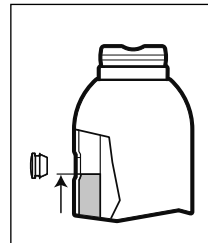
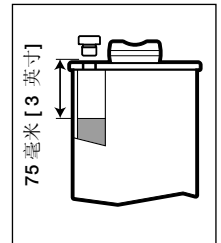

图 6 - 油位，除 **GBJ-100** 之外的所有型号
图 7 - 油位，仅限型号 **GBJ-100**
3. 除 **GBJ-100** 之外的所有型号：将油加注到油位与加油口的底部边缘大致齐平为止。见图 6。
4. 仅限型号 **GBJ-100**：将油加注到油位大约低于加油口 75 毫米 [3 英寸] 为止。见图 7。
小心：不要过量加油！在滑枕完全收缩并且千斤顶位于垂直位置的情况下，油位不应高于如图 6 或图 7（在适用于您的千斤顶型号时）所示的位置。